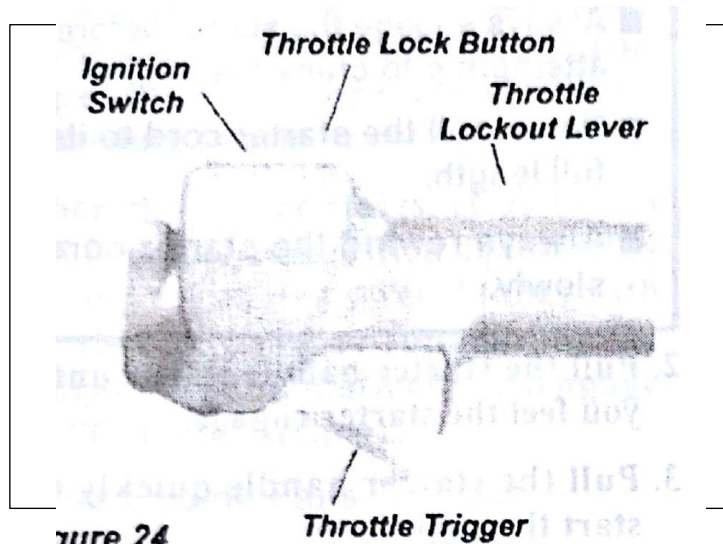

Figura 24
1.- Coloque el gatillo del acelerador en rápido (fast idle) como lo muestra la figura 24.